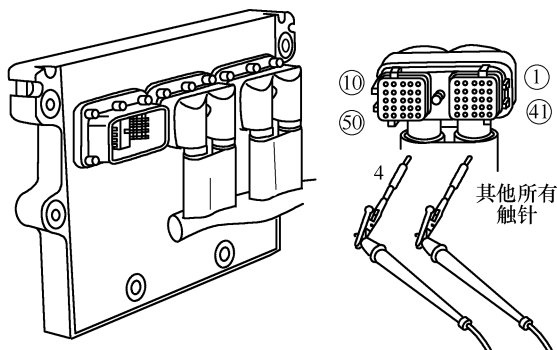

图 3-63 测量 ECM 端口上 OEM 线束插头触针 4 与插头中其他所有触针之间的电阻
① 断开钥匙开关，从 ECM 上断开 OEM 发动机线束插头，从 ICONTM 指示灯的灯座上拆下灯泡。
② 测量 ECM 端口上 OEM 线束插头触针 4 与插头中其他所有触针间的电阻(图 3-63)，应大于 100kΩ。若不合格，维修或更换 OEM 线束。